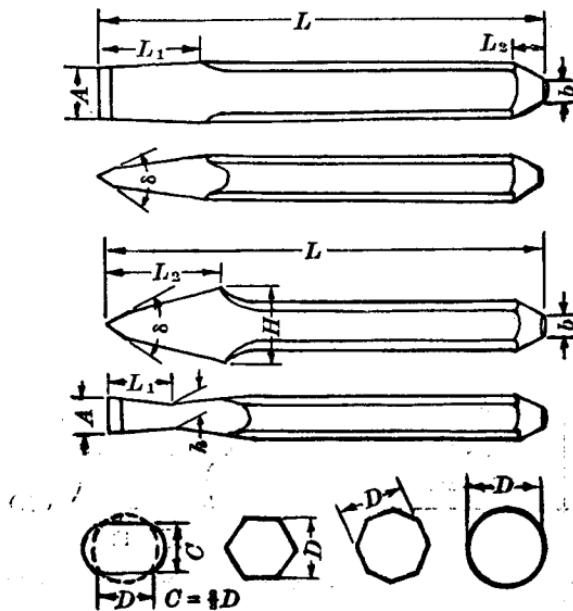

图 10
錾子的规格很多，这里只介绍常用的扁錾和尖錾的规格，见图 10 和表 1、表 2(表中尺寸单位为毫米)。錾子杆的截面
(1) 取料。可按图 10 和表 1、表 2 所列尺寸截下需要长度的料。
(2) 加热。加热温度不要过高，以免表面氧化和脱碳。加热温度一般在 800~850°C，温度的鉴别可参看表 3。